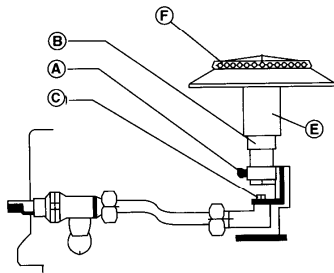

Fig. 6
- Desserrer la vis A (fig. 6) afin de dégager la bague d'air B.
- Enlever l'injecteur C (fig. 6) et le remplacer par celui adapté au nouveau type de gaz (voir tableau des injecteurs tab. 1).
- Mettre en place le support E et la tête de brûleur F (Fig. 6).
- Desserrer la vis A (Fig. 6) afin de faire coulisser la bague d'air B (Fig. 6).
- Serrer la vis A (Fig. 6) jusqu'à atteindre le réglage correct.